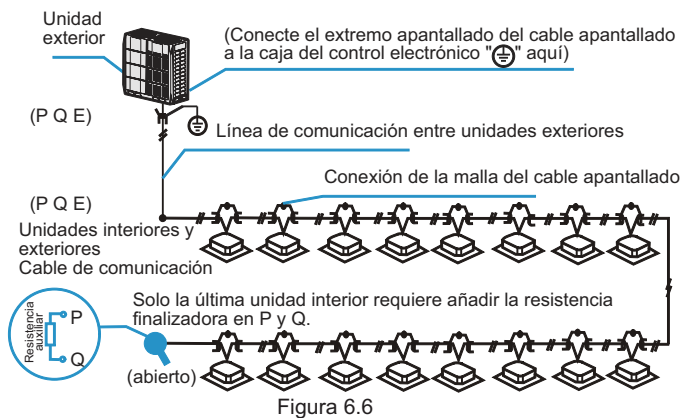

Figura 6.6
- El cableado de comunicación entre las unidades interiores y exteriores debe conectar una unidad tras otra en cadena desde la unidad exterior a la unidad interior final, y la capa apantallada debe estar correctamente conectada a tierra, y debe añadirse una resistencia a la última unidad interior para mejorar la estabilidad del sistema de comunicación (véase la figura 6.6).